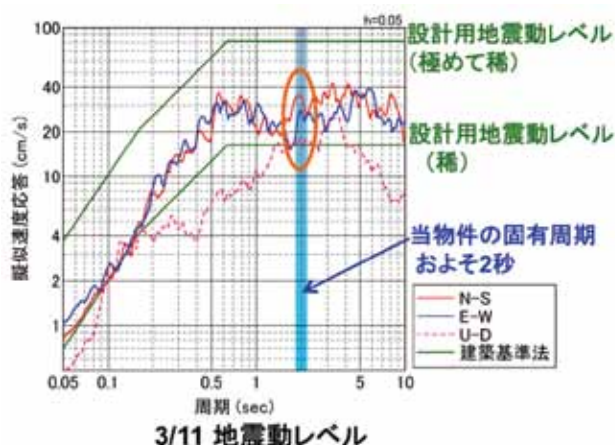
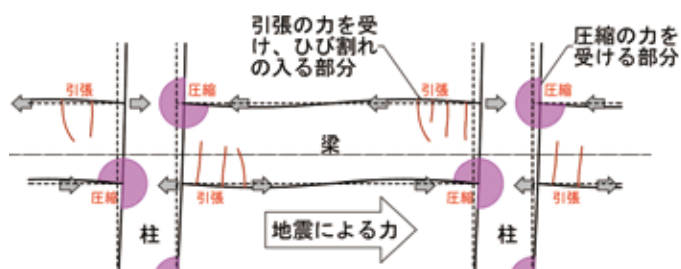

図1
図2
①直近の観測点における地震波は、設計で採用している稀に起きる地震のレベルを超えていたが、極めて稀に発生する地震動のレベルに対しては構造体に余裕がある。(図1)
②本建物で想定している固有周期は2秒であり、今回の地震による周期とは異なる。
③約6分間という長い時間繰返し応力が建物にかかり、柱梁の取合い部分に圧縮の力が繰返し加わったことにより、コンクリートの表層部分に欠損が発生した。(図2)
④同じく梁の柱寄りに発生しているひび割れは、引張りの繰返し応力が加わったため発生したひび割れと思われる。また、ひび割れの大きさも0.1ミリ以下程度と非常に微細である。(図2)
⑤柱や梁の主要な部分に部分的な損傷はあったものの、躯体強度に影響するような剪断系のひび割れや損傷は見られなかったことから、建物全体としての耐震性や構造強度に関しては特に問題はない。
⑥今回の地震動程度では、制震構造の部材が機能するほどの揺れではなく、低降伏点鋼による制震壁と制震間柱は全く働いていない(すなわち損傷は無い)ものと思われる。